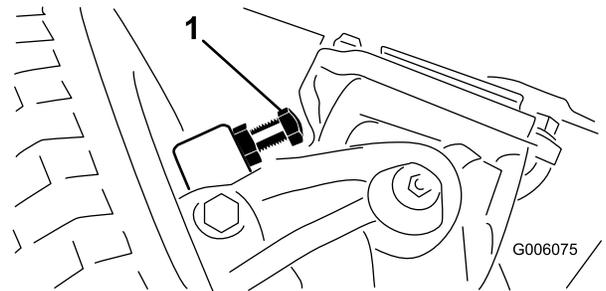

図 70
1. すきまが、2.3 mmになるよう、ボルトを締め込み、あるいはゆるめて調整します 図 70を参照。